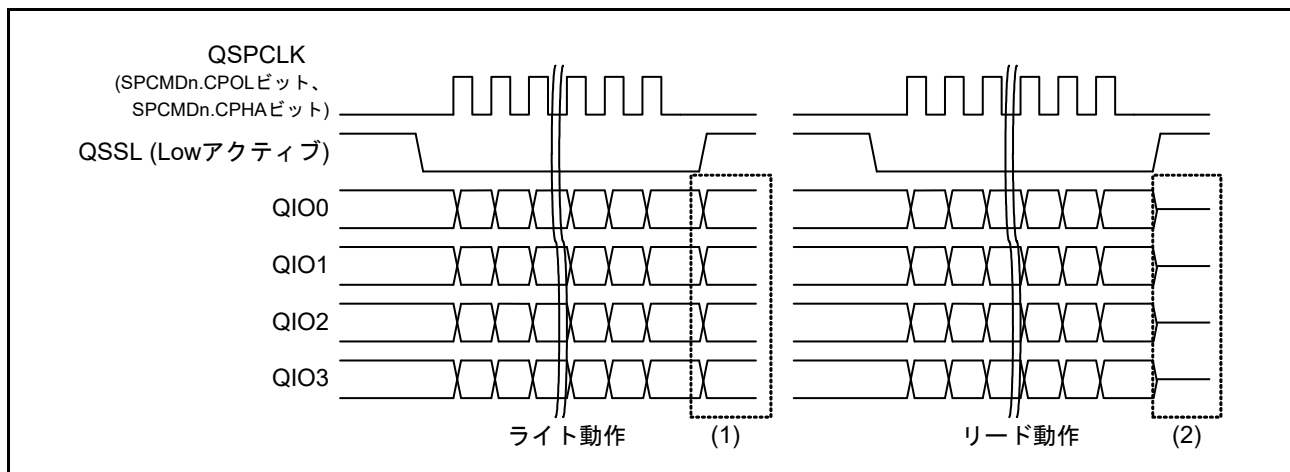

図 41.17 Dual/Quad-SPI モード転送終了後の端子状態 (Quad-SPI の例) (n = 0 ~ 3)
転送終了条件は送受信に関わらず最終サンプリングタイミングに対応する QSPCLK エッジを送出することです。Dual/Quad-SPI モードでのアイドル時の QIO 端子制御はライト後とリード後で異なります。ライト後はレジスタ設定により最終出力データか固定値を出力します。リード後は QIO 端子を Hi-Z にします。Quad-SPI モードを例としたアクセス終了後の端子状態を図 41.17 に示します。図中 (1)、(2) について以下に説明します。
- (1) ライト時 QIO0 ~ QIO3 は出力であるため、ライト動作終了後に QSSL がネゲートされると、SPPCR.MOIFE ビットの設定により出力値を変化させます。SPPCR.MOIFE ビットが“1”の場合、SPPCR.MOIFV ビットに設定された値を出力し、SPPCR.MOIFE ビットが“0”の場合は最終出力データの値を出力します。
- (2) リード時 QIO0 ~ QIO3 は入力であるため、リード動作終了後は QSSL がネゲートされると、SPPCR.MOIFE ビットおよび SPPCR.MOIFV ビットの値に関わらず Hi-Z となります。なお、Dual/Quad-SPI モードのリード動作は、受信バッファに受信データ長の空きがある限り受信動作を実行します。リード動作を終了させるためには、必要なデータ長を受信した後、SPCR.SPE ビットを“0”にするか、最後のコマンドをライト動作として、送信バッファを空にしてください。